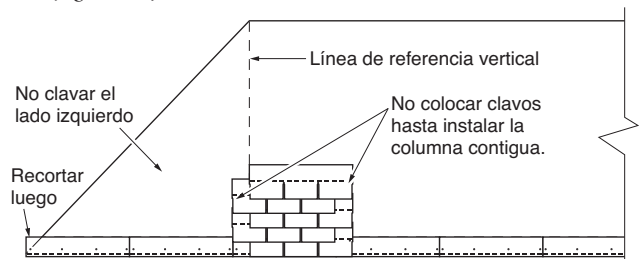

Figura 9-5: Instalación escalonada en columna simple
B. INSTALACIÓN ESCALONADA EN COLUMNA SIMPLE (Figura 9-5)
4. Instale la primera teja de las hileras posteriores alternando el patrón de la segunda y la tercera hilera. Para las hileras pares, superponga la línea de referencia vertical por la mitad de la lengüeta y omita el clavo del extremo izquierdo. Para las hileras impares, coloque la teja al ras con la línea y omita el clavo del extremo derecho (Figura 9-5).